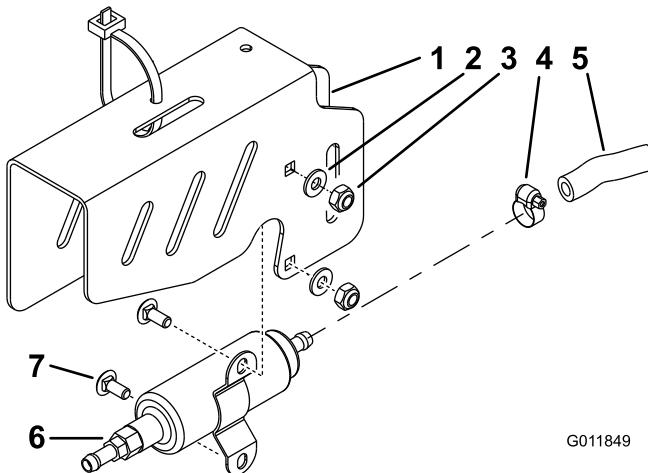

Figure 11
10. Branchez un flexible de carburant court retiré précédemment sur la pompe à carburant au moyen d'un collier, puis serrez le collier (Figure 11).
12. Mettez la pompe à carburant en place et branchez le flexible de carburant court (7,6 cm [3"]) au raccord situé en bas du réservoir de carburant gauche au moyen d'un collier, puis serrez le collier. Vérifiez que la conduite de carburant n'est pas pliée lorsque tous les serrages sont terminés (Figure 11).
13. Montez la pompe à carburant sur le support de gauche avec 2 boulons de carrossier (1/4 x 5/8"), 2 écrous (1/4 pouce) et 2 rondelles (1/4 pouce) (Figure 11).